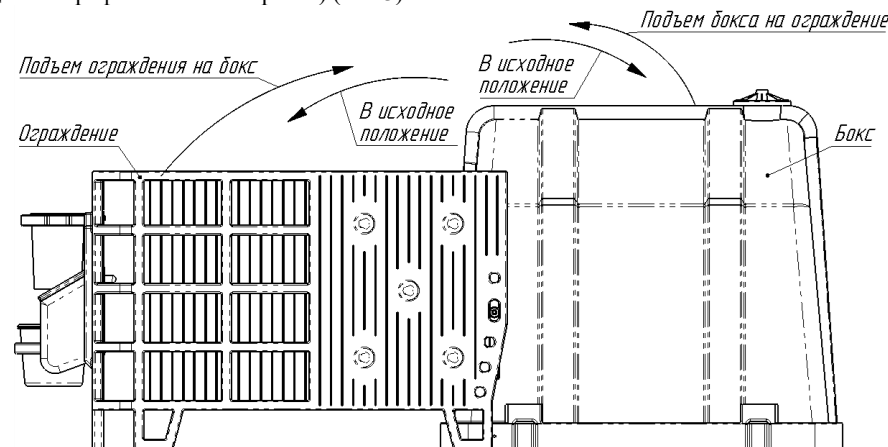
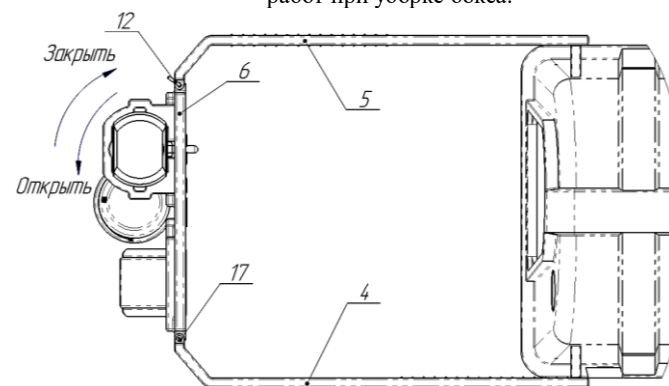

Рис.2 Манипуляции с ограждением и боксом при проведении санитарно-профилактических работ при уборке бокса.
Рис.3 Схема открытия и закрытия передней стенки ограждения бокса. 4, 5 – боковины ограждения к боксу 6 – передняя стенка ограждения к боксу 12 – штырь
Ограждение бокса имеет свойство опрокидываться (подниматься за счет шарнирного соединения бокса и ограждения) для проведения профилактических и санитарных работ в процессе эксплуатации бокса (очистка отходов жизнедеятельности телят, санобработка бокса). Для очистки помещения внутри бокса корпус (1) опрокидывается на ограждение бокса и производятся профилактические работы внутри бокса (Рис.2). Передняя часть ограждения (6) имеет функцию двери, для чего необходимо вынуть штырь (12) и открыть ее для проведения необходимых работ (частичная уборка, постановка телят в бокс или вывод из бокса, при проведении профилактических работ) (Рис.3).
2. Переднюю стенку ограждения бокса (6) крепить с помощью штыря (12) ( рис.3), продев через завесы, расположенные с боков передней стенки и передней части боковины с одной стороны, **и пальцами (17) с другой стороны.**